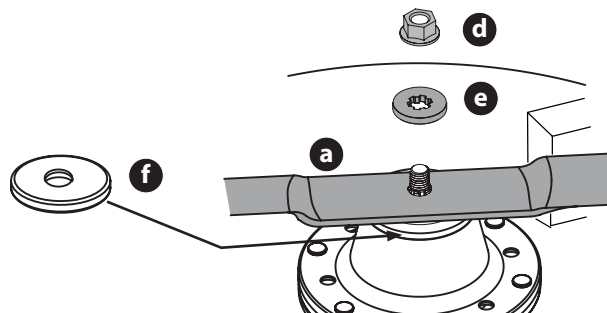

Fig. 44
- Retirez l'écrou de la bride (d) et la rondelle plate (e) qui fixent la lame (a) à la tondeuse et retirez la lame (Fig. 44).
NOTE : plateau de coupe de 36 pouces uniquement - Un capuchon (f) est présent entre la lame et la tondeuse. Avant l'assemblage, assurez-vous que le capuchon est en place avant d'installer la lame (Fig. 44).